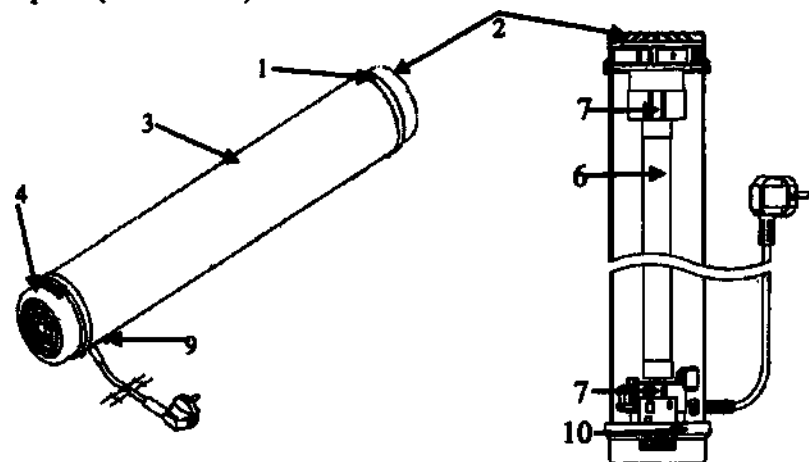
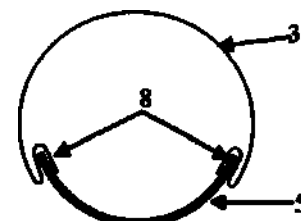

Рисунок 4
Рисунок 6
Для замены отработавшей ресурс или вышедшей из строя УФ-лампы открутить винт (Рис.4 поз.1), приподнять верхнюю (подвижную) крышку (Рис.4 поз.2), поочередно снять защитный экран (Рис.4 поз.3) с основания (Рис.6 поз.5) и с нижней (фиксированной) крышки (Рис.4 поз.4).
10.3.7 Приподняв верхнюю (подвижную) крышку (Рис.4 поз.2), вставить защитный экран в пазы крышек, сначала в крышку нижнюю (фиксированную) (Рис.4 поз.4), а затем в верхнюю (подвижную) крышку, следя за тем, чтобы края основания вошли в пазы защитного экрана (Рис.6 поз.8).
10.3.9 Включить сетевой выключатель (Рис.4 поз.9) – положение «I».